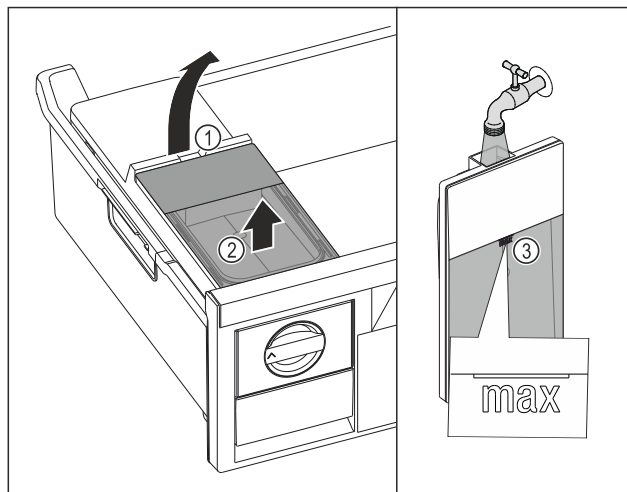

Fig. 29
- ▶ Zvedněte nádržku na vodu za vybrání Fig. 29 (1).
- ▶ Vyjměte nádržku na vodu nahoru. Fig. 29 (2)
- ▶ Naplňte nádržku na vodu pitnou vodou až po značku Fig. 29 (3).